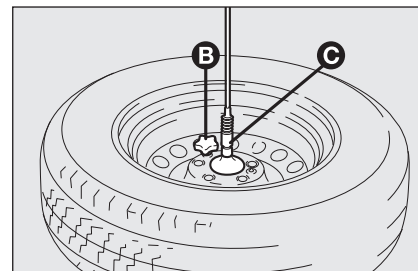

fig. 6
- ❑ trek het kapje **B-fig. 6** los, haak de borgkabel los, draai de twee bouten los en maak het wiel los van de getande steun **C**;